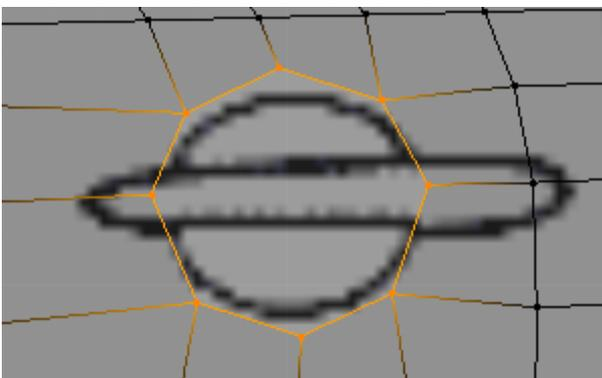
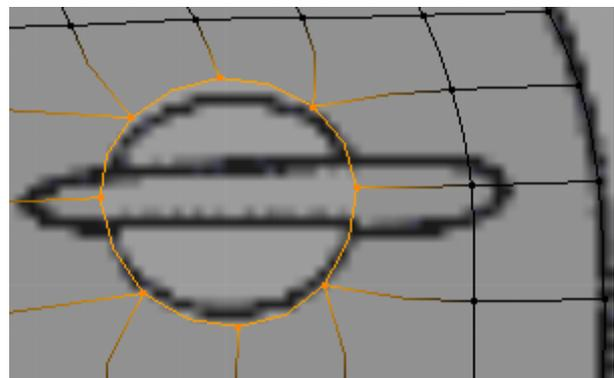

Figura 4.174
Figura 4.175
4. Active To Sphere, **[Shift]+[Alt]+[S]**, e afaste o rato até ao limite (factor 1.0). Verá que se forma um octógono, figura 4.174. Se activar a deformação dos vértices pelo modificador, verá que obteve uma circunferência com muito aproximadamente o raio da cavidade do manípulo, figura 4.175.